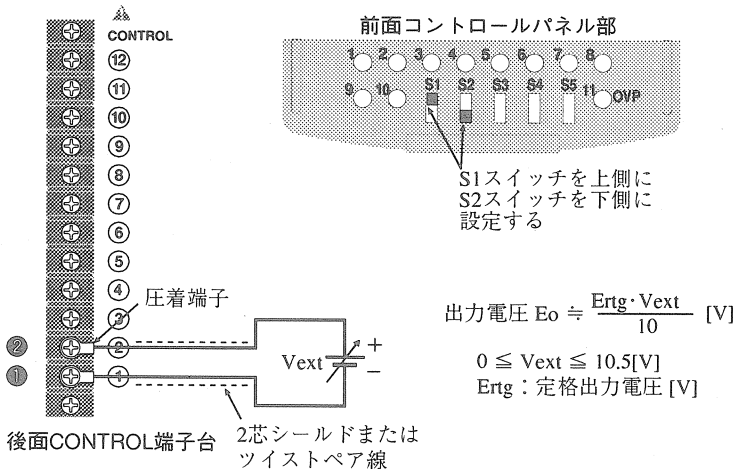

図 3-4 外部電圧による出力電圧コントロールの接続と設定
- ④ コントロールスイッチS1とS2を図3-4のように設定します。
- ⑤ コントロール端子の①と②間に電圧源を図3-4のように接続します。